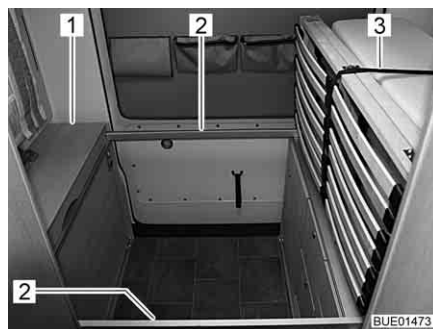
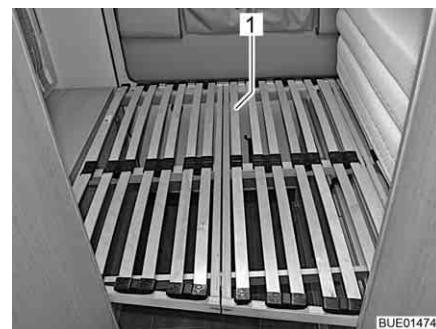

Fig. 72 Supporti per letto pieghevole
Fig. 73 Telaio portamaterasso
- ▷ Se il coperchio (Fig. 72,1) è chiuso, viene tenuto fermo da una chiusura magnetica. Per questo motivo all'apertura si incontra resistenza.
- Ribaltare verso l'alto il coperchio (Fig. 72,1) e tenerlo aperto.
- Tirare fuori i due supporti (Fig. 72,2) e appoggiarli sul lato opposto sull'armadio in basso.
- Chiudere il coperchio (Fig. 72,1).
- Aprire la chiusura della cinghia (Fig. 72,3), tenendo fermo il telaio portamaterasso.
- Aprire il telaio portamaterasso (Fig. 73,1) e appoggiarlo lentamente sui supporti.
- Chiudere il telaio portamaterasso (Fig. 73,1), spingerlo contro il materasso e fissarlo con la cinghia (Fig. 72,3).
- Ripiegare i due supporti (Fig. 72,2) sotto il coperchio.